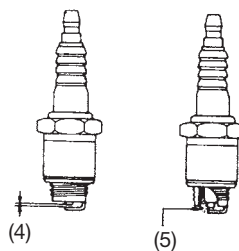

Fig. 10
- 2) Limpe a fenda da vela dos resíduos de carvão. (fenda padrão = 0,60mm ou 0.023 pol.) (Fig. 10)